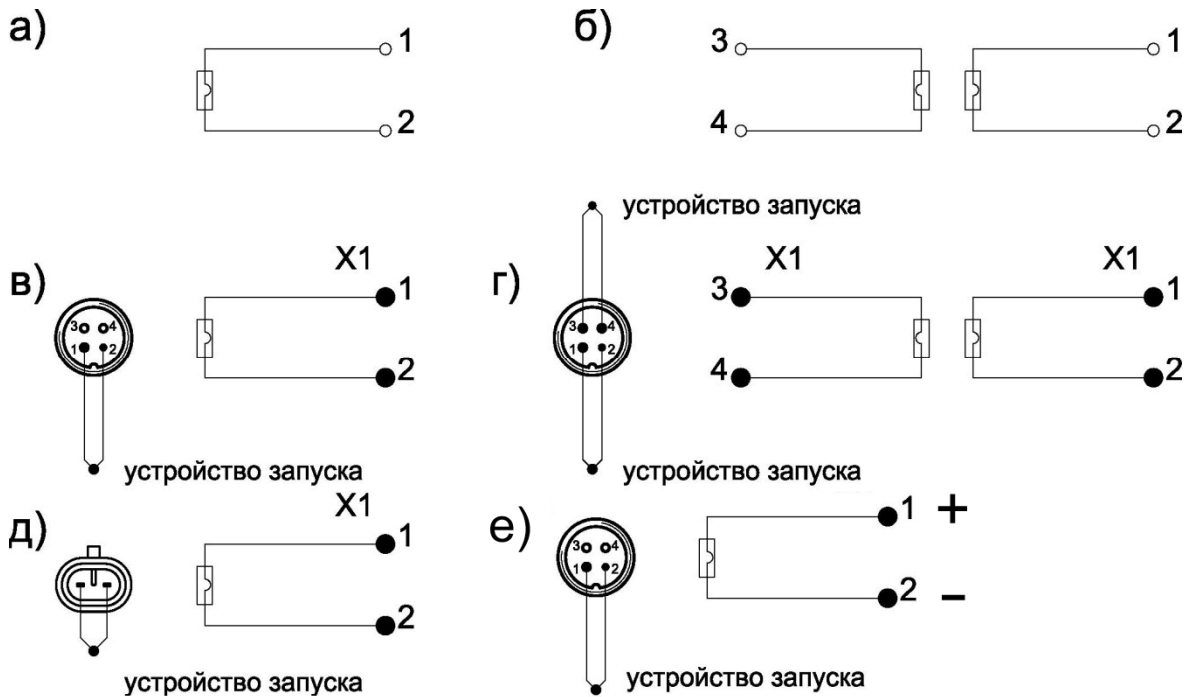

Рисунок 4. Схема подключения модуля к шлейфу запуска.
- 6.2 Подключение модулей к электрической цепи системы запуска осуществляется после прочного закрепления их на объекте и завершения комплекса пусконаладочных работ по всей системе противопожарной автоматики при отключенном источнике электропитания. Схема подключения модуля к шлейфу запуска показана на рис. 4.
- 6.6 Модуль «БУРАН-0,5(шж4)КП применяется только в составе автоматической системы обнаружения и тушения пожара АСОТП «Игла М.5К-Т.М». Запуск модуля производится при соблюдении полярности подключения, указанной на схеме см. рис.4 е. Безопасный ток проверки цепи не более 0,1А. Показания на измерительном приборе при контроле целостности электрической цепи запуска должно быть от 3 МОм до 8 Мом.